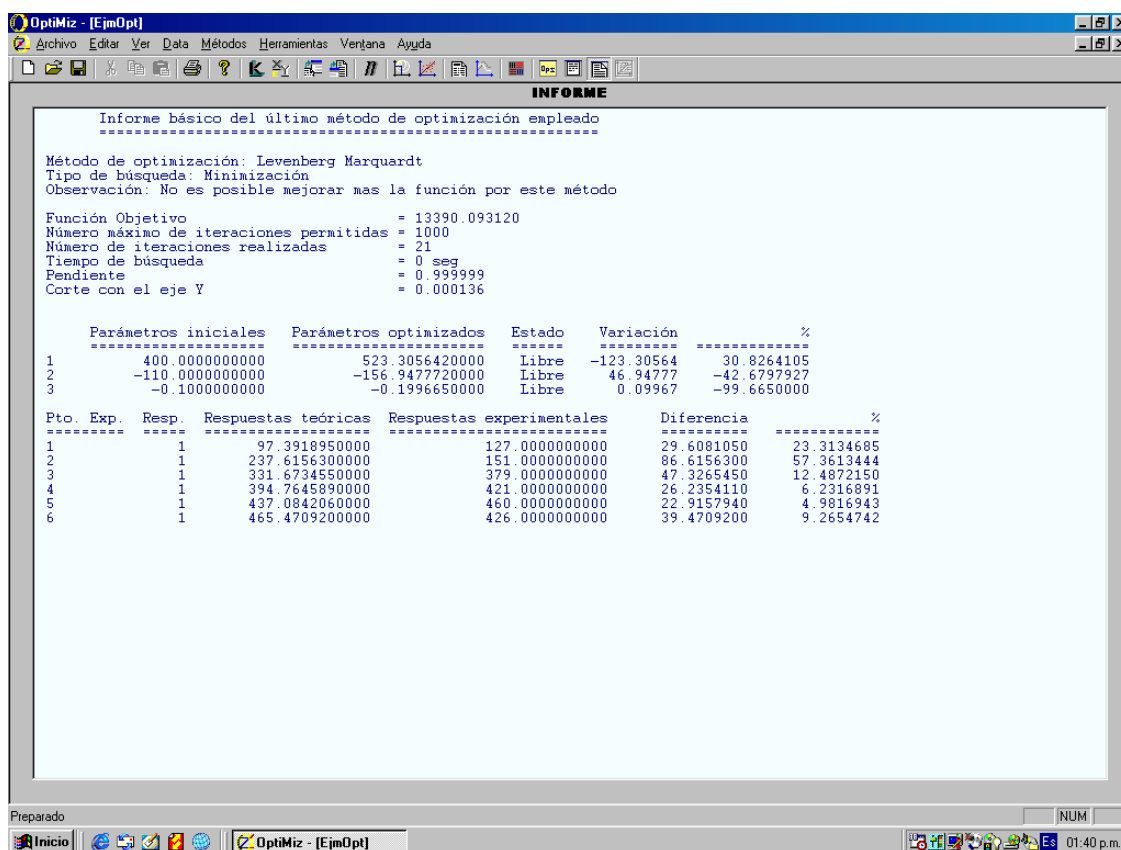

Figura A.8. Documento de la aplicación OptiMiz con el modo de vista informe.
18. Una vez generado el informe la vista del documento cambiará de su modo presentación a su modo informe como se muestra en la figura A.8.